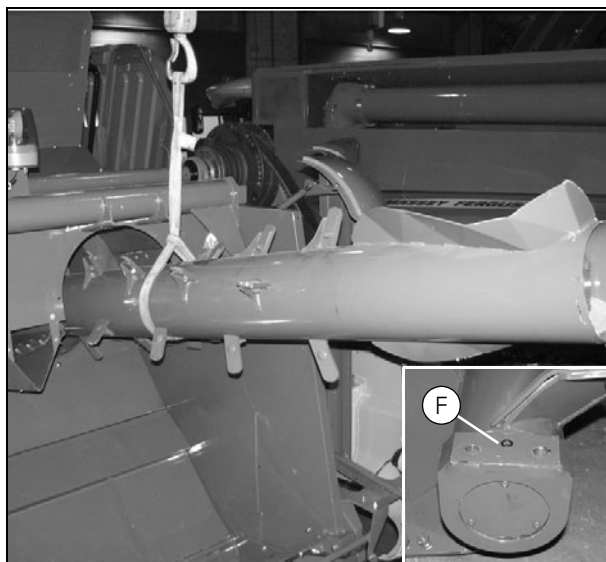

Рисунок 24
- Когда ротор будет выдвинут приблизительно наполовину, ослабьте подвесные стропы и передвиньте их к центру ротора (на расстоянии ок. 2,25 м от конца) (Рис. 24), чтобы уравновесить ротор. Затем полностью извлеките ротор из машины.